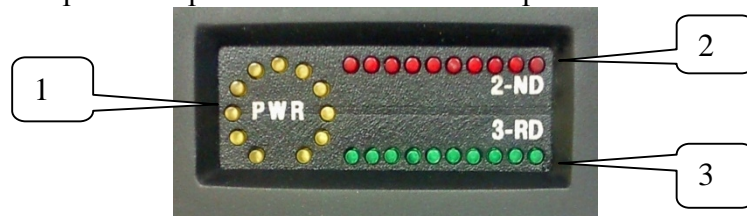

Рис. 2, где
4.2. Сменный антенный модуль со светодиодными индикаторами (модификации //08, //24, //36м) осуществляет индикацию уровня мощности зондирующего сигнала, уровня принятых сигналов второй и третьей гармоник как показано на рис. 2.